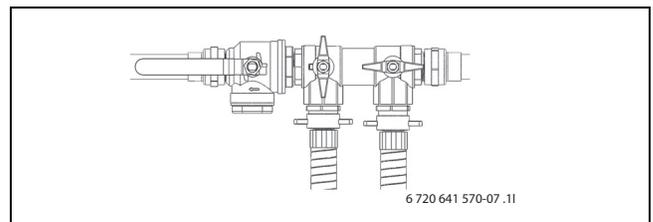

Fig. 25 Kits de remplissage en mode augmentation de pression
- ▶ Une fois la purge effectuée, mettre le circuit sous pression. Placer les vannes du dispositif de remplissage en position d'augmentation de pression et mettre le circuit sous pression avec 2,5 à 3 bar (→ figure 25).